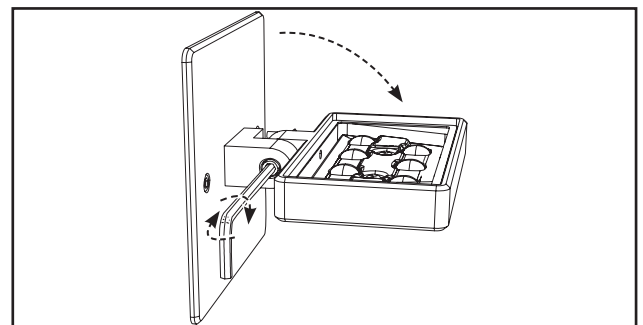

Figura 4.
6. Usando una llave allen de 9/64", afloje el perno del codo, levante hacia afuera el cabezal de la luminaria y cambie la posición en que se envió (ascendente bloqueada) a una posición normal. Ajuste el perno del codo con una llave allen de 9/64". (Figura 4.)